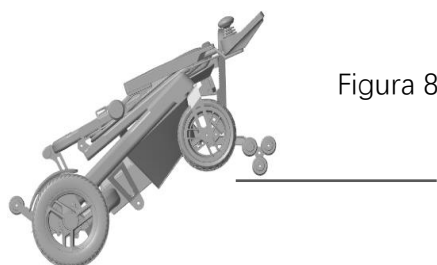
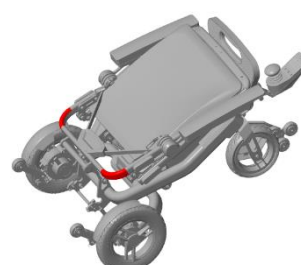

Figura 8.2.4
Figura 8.2.5
3. Sujete ambos lados de la parte inferior del tubo del respaldo (Figura 8.2.4) de modo que las ruedas de arrastre entren en contacto con la superficie plana de su coche. A continuación, sujete ambos lados de la parte inferior del marco del respaldo (Figura 8.2.5) y levante la silla de ruedas eléctrica hacia arriba. Empújela hacia el interior del maletero de su coche para cargarla correctamente en el maletero.